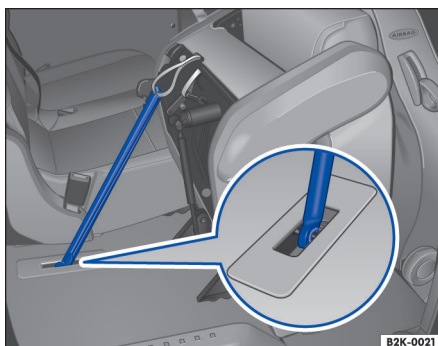

Fig. 68 Al doilea rând de scaune: asigurați scaunul rabatat în față cu tija de siguranță.
3. Desprindeți din suport tija de siguranță și apăsați cu putere în elementul de ancorare a scaunului, până ce tija se fixează → fig. 68.